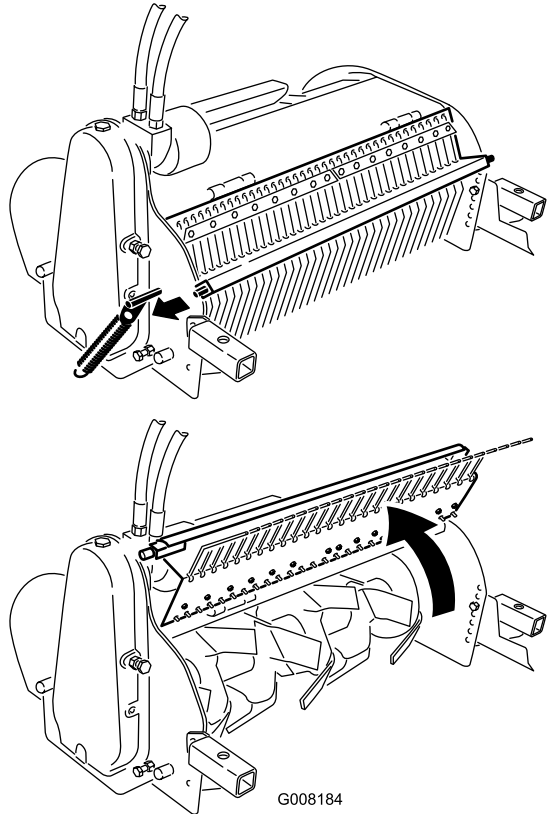

Figura 13
4. Ridicai i eliberai închizătorul cu arc de pe partea laterală a cultivatorului (Figura 13).
5. Deschidei capacul dinilor (Figura 13).